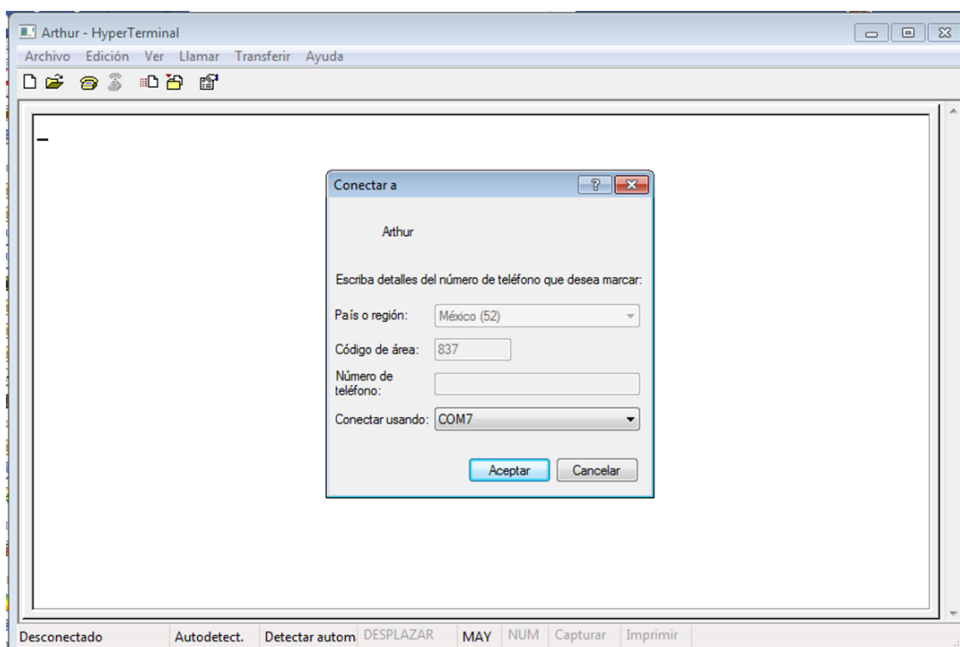

Figura 3.10: Selección del puerto COM.
11. Se selecciona el puerto COM que coincide con el que el equipo reconoció perteneciente al cable convertidor DB-9 a serial usb. En este caso el puerto reconocido es el COM7, tal y como se observa en la figura 3.10. Se hace clic en OK. En el apéndice B se indica cómo reconocer a qué puerto pertenece.